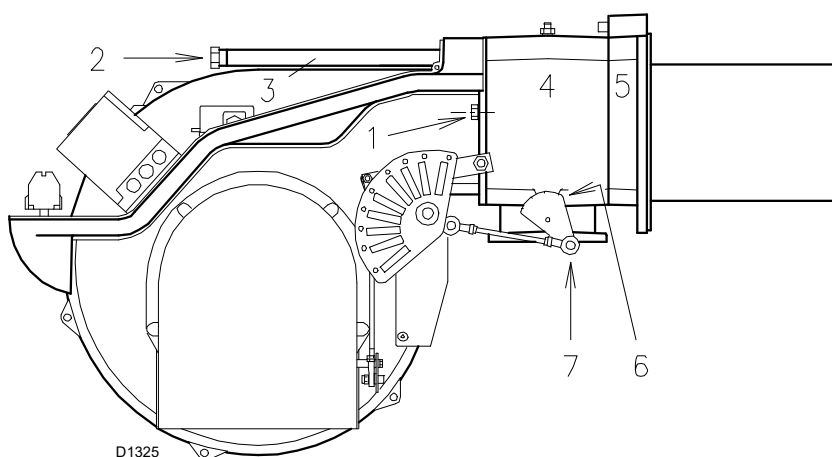

Abb. 16
- Fügen Sie das Kabel des Fühlers und der Elektrode ein und verschieben Sie den Brenner bis zur Muffe, so dass er sich in der von Abb. 16 gezeigten Position befindet;